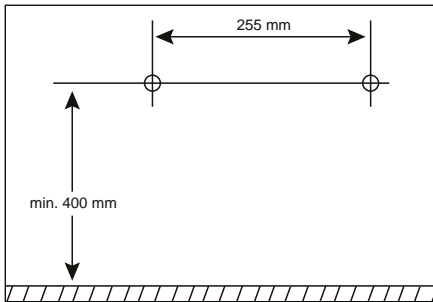

Fig. 3
- ❗ **Indicación:** (1) Antes de montar el aparato, debe comprobar qué tacos son los adecuados para el lugar de instalación. Recomendamos tacos de 6 mm de diámetro. En caso de duda, consulte a un especialista. (2) A la hora de elegir el lugar de instalación, asegúrese de que haya una toma eléctrica adecuada a la que pueda llegar el cable de conexión a la red. (3) No es necesario montar el soporte ❶ para el montaje mural.
- ◆ Marque dos perforaciones a una altura mínima de 400 mm y a una distancia de 255 mm (consulte la fig. 3).